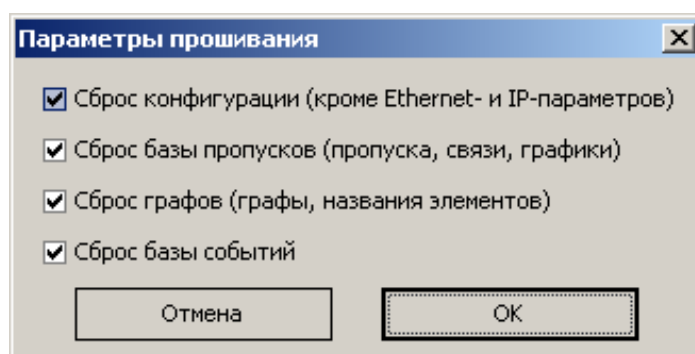

Рисунок 26
7) появится окно параметров прошивания (Рисунок 26). Выбрать все параметры и нажать «ОК»;